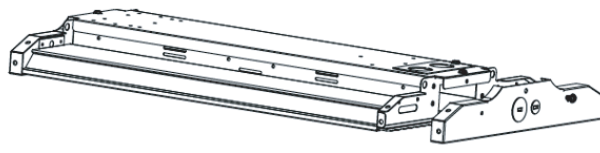

Figure 9
4. Reattach the end-cover to the fixture body and fix it with screw (Fig. 9).
4. Refixez le capuchon d'extrémité au corps du luminaire et fixez-le à l'aide de la vis (Fig. 9).